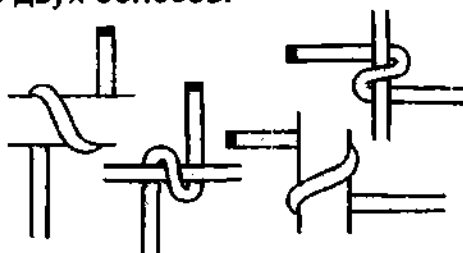

Рис. 8. Шлаг.
**Шлаг** – виток, оборот верёвки на  $360^\circ$  вокруг опоры или верёвки. Концы шлага направлены в противоположные стороны (рис. 8). Шлаг состоит из двух обносов.